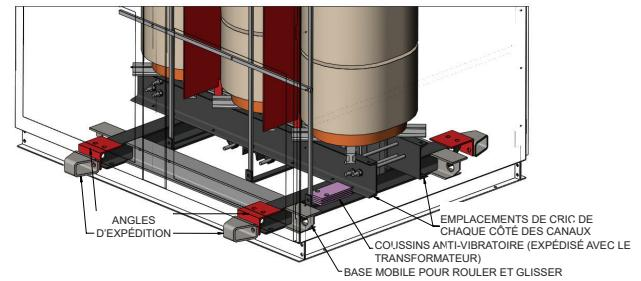

FIGURE 9
- Il est recommandé d'utiliser des coussinets antivibrations ou des dispositifs d'isolation des vibrations lors de l'installation du transformateur sec. Il se peut que certains transformateurs secs aient été équipés en usine de coussinets antivibrations ou d'autres dispositifs d'isolation des vibrations. La plupart du temps, les coussinets antivibrations sont fournis avec les transformateurs secs et doivent être installés sur place. Lors de l'installation des coussinets antivibrations sous la traverse de soutien du transformateur, veillez à ne lever l'appareil que par le noyau-bobines. Si le boîtier est fourni et s'il est fixé au noyau-bobines par les cornières d'élévation, veillez à retirer tous les crochets de levage et les cornières d'expédition (voir figures 9 et 10), puis levez le transformateur par le noyau-bobines uniquement afin d'installer les coussinets antivibrations (ou les autres dispositifs antivibratoires nécessaires pour l'appareil).